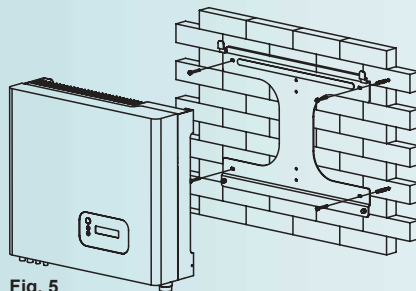
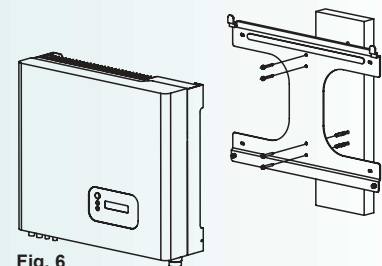

Fig. 5
Fig. 6
- Vous pouvez utiliser soit les 4 trous oblongs situés aux quatre coins du cadre de montage (Fig. 5), soit les 4 trous ronds alignés sur l'axe vertical du cadre de montage (Fig. 6).
- Installez et fixez le support à l'aide des 4 vis de montage (Fig. 5 ou Fig. 6).